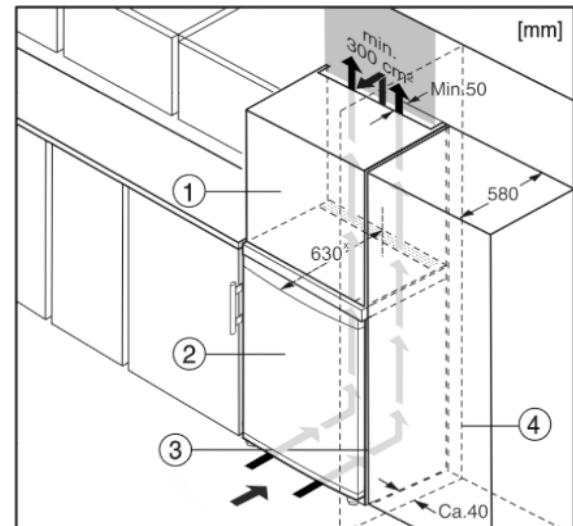

Fig. 6
El aparato se puede rodear de armarios de cocina. Para adaptar el aparato Fig. 6 (2) a la altura de la cocina, se puede instalar un armario Fig. 6 (1) correspondiente sobre el aparato\*
Si la cocina posee armarios (profundidad máx. 580 mm), el aparato se puede colocar directamente junto al armario de cocina Fig. 6 (3). El aparato sobresale 34 mm\* por los lados y 50 mm\* en el centro del aparato respecto al frente del armario de cocina.\*
Si el aparato se instala con las bisagras junto a una pared Fig. 6 (4), la distancia entre el aparato y la pared debe ser de como mínimo 40 mm. Esto equivale al saliente del tirador con la puerta abierta.